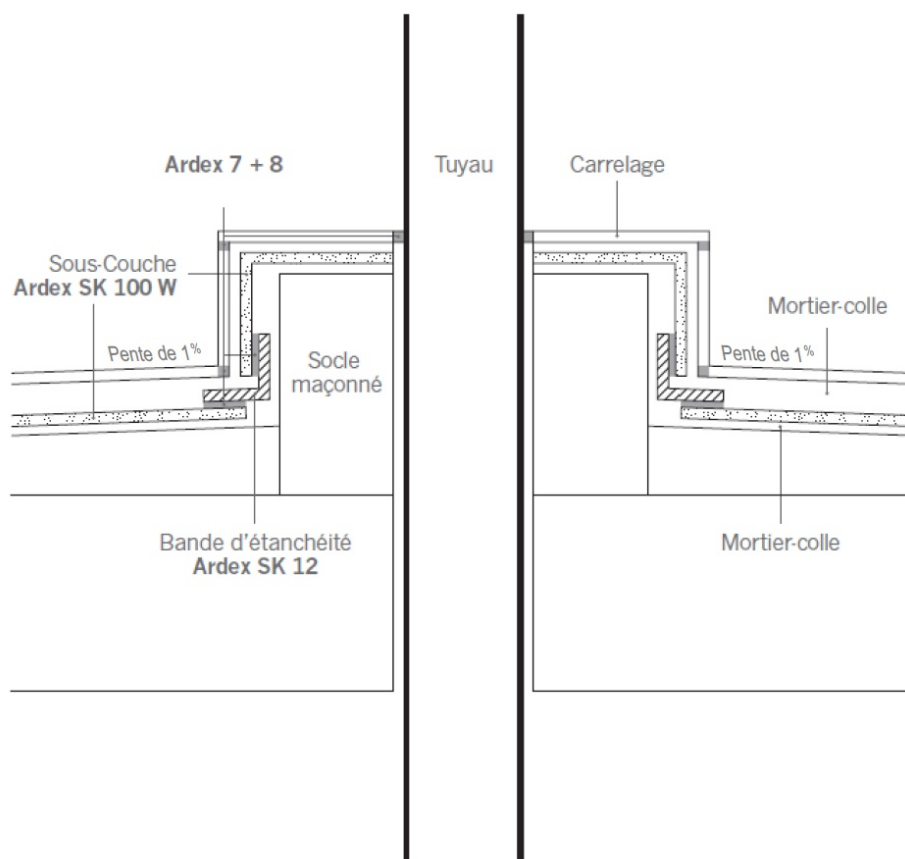

Figure 1 – Traitement de canalisation traversante
2.4.1. Traitement préalable**Canalisations traversantes (figure 1)**